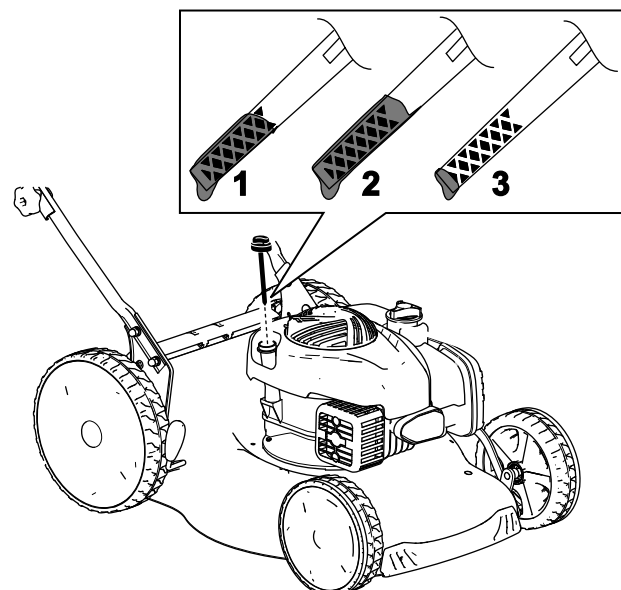

Bild 11
5. Lesen Sie den Ölstand am Peilstab ab. (Bild 11)
2. Entfernen Sie den Peilstab, indem Sie den Deckel nach links drehen und herausziehen (Bild 11).